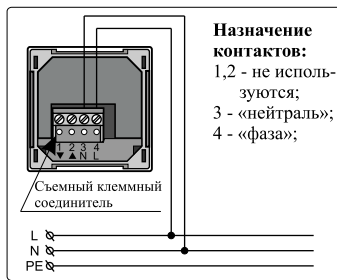

Рисунок 5. Типовая схема подключения сценарного пульта
- подключить к контакту 4 «нейтраль» питающей сети ~230 В (см. рисунок 5).